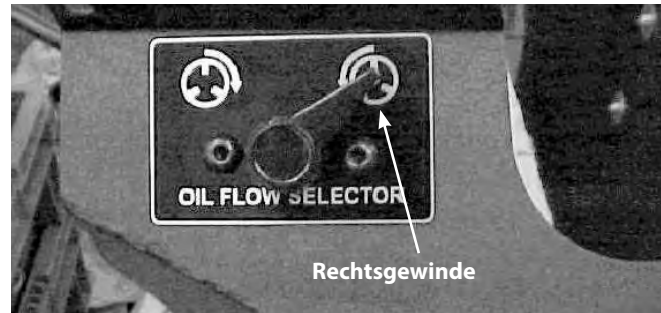

Abbildung 24 – Wähler Ölfluss nach links oder rechts
2. **Für Maschinen 535 mit automatischem Spannfutter:** Montieren Sie den 535 Ventilsatz für automatischen Rückwärtsgang (Best.-Nr. 12138) gemäß den Montageanweisungen zum Satz, um einen Ölfluss im Rückwärtsgang (REV) zu ermöglichen. Der Satz enthält einen Wähler für einen Links- oder Rechtsölfluss. *Siehe Abbildung 24.*